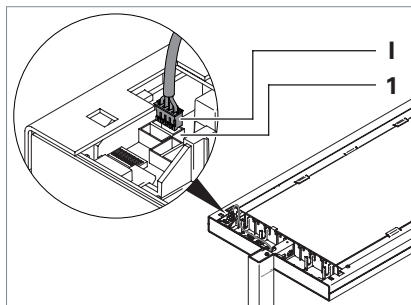

Fig. 4: Collegamento della testa dell'apparecchio d'illuminazione, parte 1.
- ▶ Collegare la spina **I** alla presa **1** "Tastm." sulla testa dell'apparecchio d'illuminazione, vedi Fig. 4 e vedi Tab. 2.